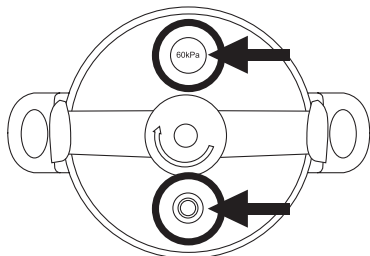

Fig. 4
- También se puede crear una descompresión de la olla al extirpar la válvula controladora de presión tirando en el sentido que indica la flecha (Fig. 4)